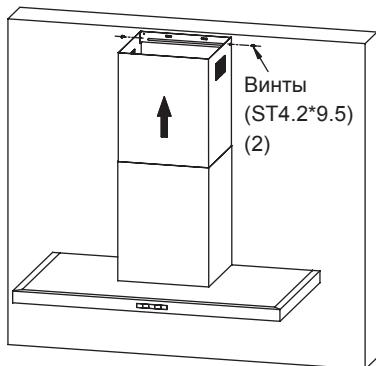

Рис. 8
- Закрепите телескопическую трубу. См. Рис. 8.